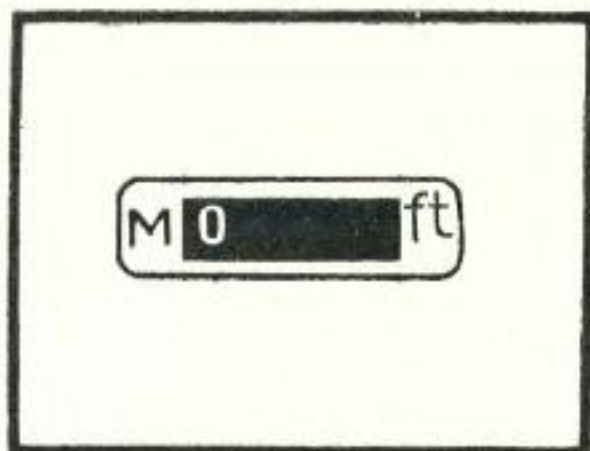

Рис. 14
12. Нажать пусковой клавиш на камере или на приставной рукоятке и произвести съемку. Снимать можно до тех пор, пока в окне счетчика метров не появится значение «0» (рис. 14). Прекратив съемку, перемотать на принимающую бобину оставшуюся часть